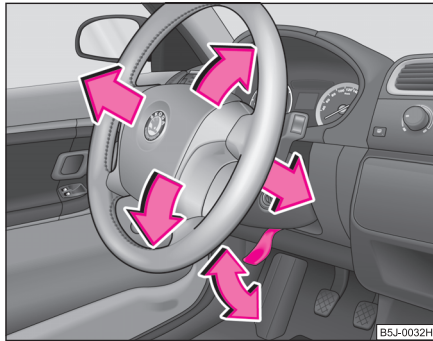

Abb. 87 Verstellbares Lenkrad: Hebel unter der Lenksäule
- Schwenken Sie den Hebel unter der Lenksäule ⇒ Abb. 87 nach unten ⇒ ⚠.